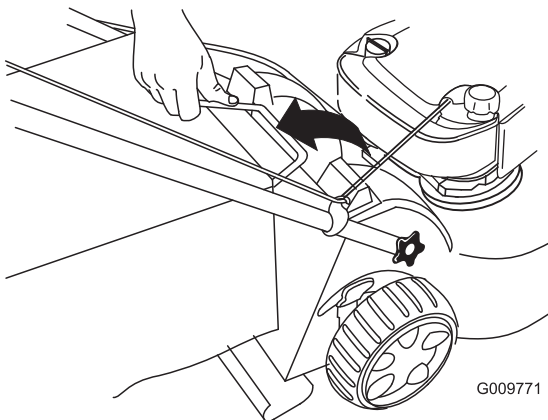

Bild 29
2. Heben Sie den Fangkorbbügel aus den Kerben oben an der Maschine und nehmen Sie den Fangkorb ab (Bild 29).